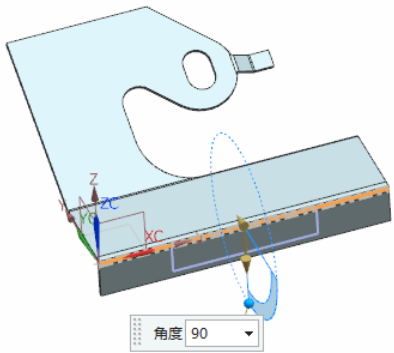

图 4-125 选择弯边
(2) 设置“宽度选项”为完整, “长度”为 12, “角度”为 90, “参考长度”为“外部”, “内嵌”为“材料外侧”, 在“止裂口”列表框中的“折弯止裂口”和“拐角止裂口”下拉列表框中选择“无”。
(3) 选择弯边, 同时在视图区预览显示所创建的弯边, 如图 4-125 所示。